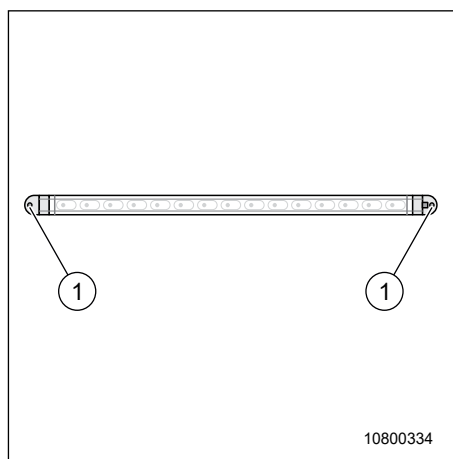

Fig. 151 Éclairage LED du garage à scooter
1. Desserrer les vis (Fig. 151, pos. 1).